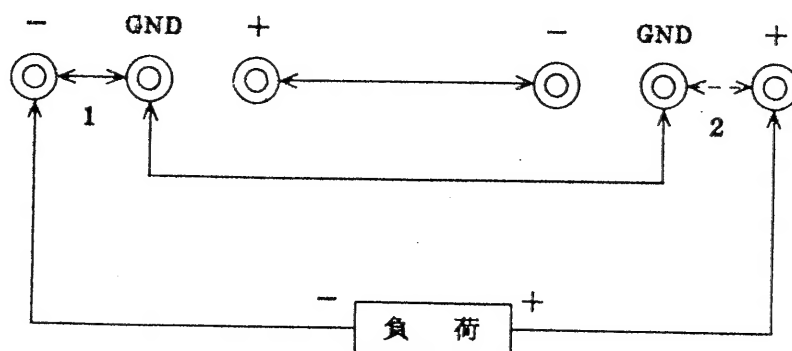

Fig 4
- 1) マイナス接地の場合 ( Fig4 の実線による接続 )
- 2) プラス接地の場合 ( Fig4 の点線による接続 )